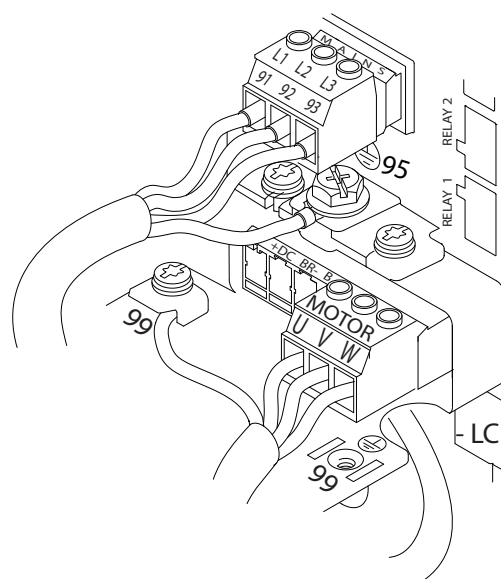

Рисунок 2.8 Проводка двигателя, силовых кабелей и заземления
На Рисунок 2.8 показано подключение сетевого питания, двигатель и заземление для базовых преобразователей частоты. Фактические конфигурации отличаются для разных типов устройств и дополнительного оборудования.
- Подключите проводку 3-фазного входного питания переменного тока к клеммам L1, L2 и L3 (см. Рисунок 2.8).